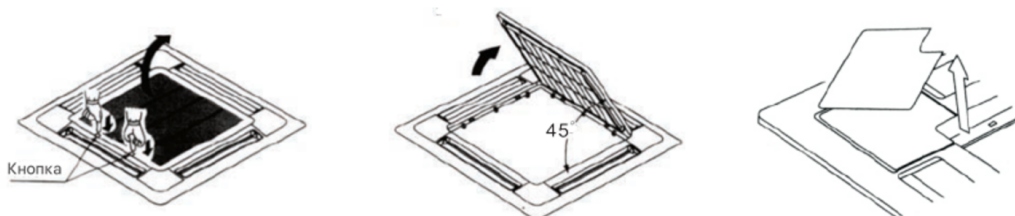

Рисунок 5.6 – Декоративные панели
– Поднимите решетку примерно на 45° и снимите ветровую решетку на декоративных панелях. Снимите закрывающую крышку угла. Выдвиньте крышку наружу. (См. рисунок 5.6)